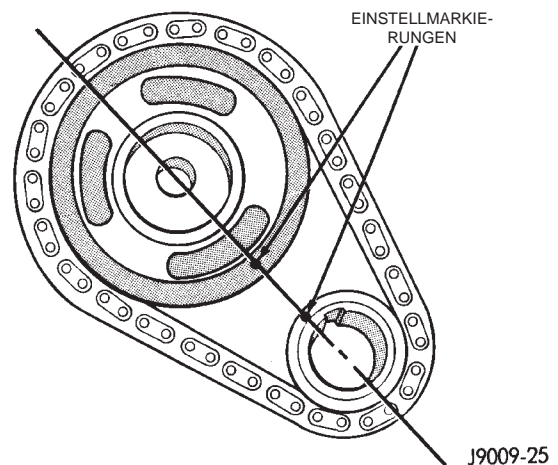
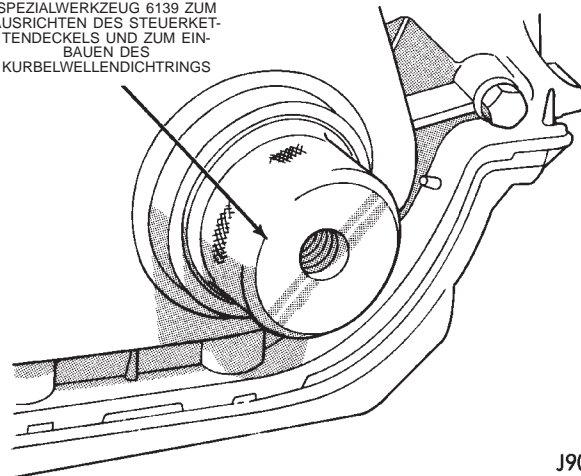

Abb. 51 Ausrichten der Steuerkette
Abb. 53 Spezialwerkzeug 6139 zum Ausrichten des Steuerkettendeckels und zum Einbauen des Kurbelwellendichtrings
- (7) Bei Fahrzeugen mit Klimaanlage, Kondensator ausbauen.
- (8) Schwingungsdämpfer/Kurbelwelle ausbauen.
- (9) Steuerkettendeckel ausbauen. Dichtmittel von der Paßfläche des Deckels entfernen.
- (10) Kurbelwelle drehen, bis sich die Einstellmarkierungen von Kurbel- und Nockenwellenrad auf der Verbindungslinie ihrer Achsenmittelpunkte gegenüberstehen (Abb. 51).
(1) Bohrung für die Aufnahme des Bolzens in der Nockenwelle säubern.
(2) Den neuen Bolzen (Spannstift) in der Mitte mit einer Gripzange zusammendrücken.
(3) Bolzen vorsichtig bis zum Anschlag in Bohrung treiben.
(4) Kurbelwellenrad, Nockenwellenrad und Steuerkette mit aufeinander ausgerichteten Einstellmarkierungen einbauen (Abb. 51).
(5) Abstreifring der Kurbelwelle montieren.
(6) Halteschraube des Nockenwellenrads mit einem Anzugsmoment von 108 N·m (80 ft. lbs.) festziehen.
(7) Ventilsteuerzeiten prüfen.
(8) Beide Seiten der neuen Dichtung für den Steuerkettendeckel mit Dichtmittel bestreichen. Eine 3 mm (1/8 Zoll) dicke Raupe Mopar®-Silikonkautschuk-Dichtungskleber im Bereich der Trennfuge Steuerkettendeckel/Motorblock aufbringen.
(9) Steuerkettendeckel an Ölwanneabdichtung und Motorblock anbringen.
(10) Spezialwerkzeug 6139 zum Ausrichten des Steuerkettendeckels und zum Einbauen des Wellendichtrings in der Kurbelwellenöffnung des Deckels anbringen (Abb. 53).